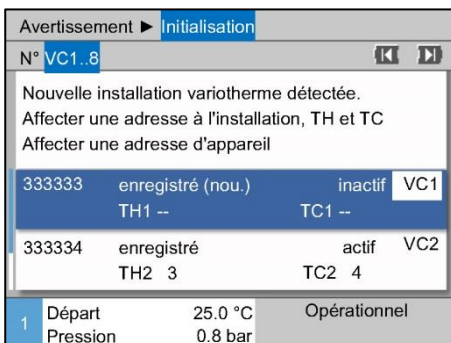

Fig. 20 : Affecter une ID module.
2. Appuyer la touche et affecter l'adresse du module VC (→ Fig. 20 ex. VC1)